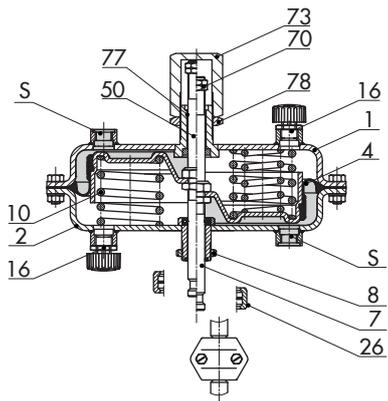

Fig. 13: Tipo 3271 con limitador de carrea ajustable
- **Tipo 3271 · Limitador de carrera** (Fig. 13), carrera mínima y máxima ajustable mecánicamente para los accionamientos de 175v2 a 750v2 cm²
El **limitador de carrera** ajustable (Fig. 13) es apropiado para los accionamientos con superficie de membrana 120, 175v2, 350, 350v2, 355v2 o 750v2 cm². La carrera se reduce en hasta un 50 % en ambas direcciones (vástago entrando o saliendo) y queda fijada.